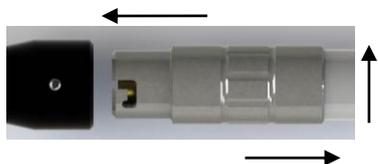
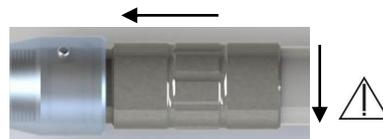

Fig. 2
Fig. 3
3. Conectar engate da mangueira ao sistema de conexão Drill, inserir alinhando os pinos com o canal do engate, pressionar, girar sentido horário e puxar para travar, conforme Fig. 2, para desmontagem pressionar engate da mangueira, girar sentido anti-horário e puxar, conforme Fig. 3.